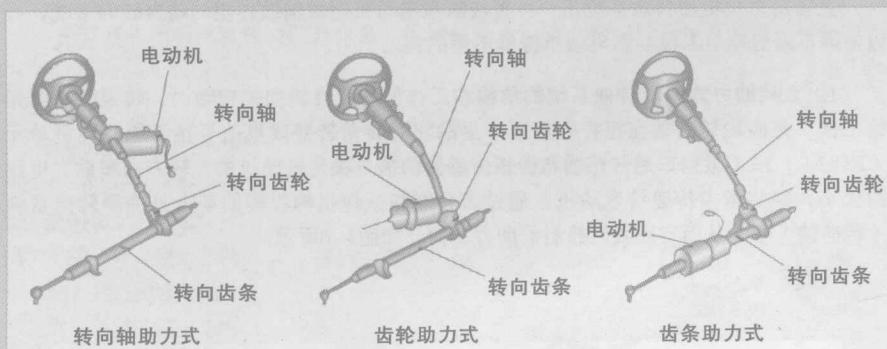

图1-7 直接助力式电动转向系统类型
2) 直接助力式电动转向系统。根据电动机布置位置的不同，直接助力式电动转向系统可以分为转向轴助力式、齿轮助力式、齿条助力式三种类型，如图1-7所示。